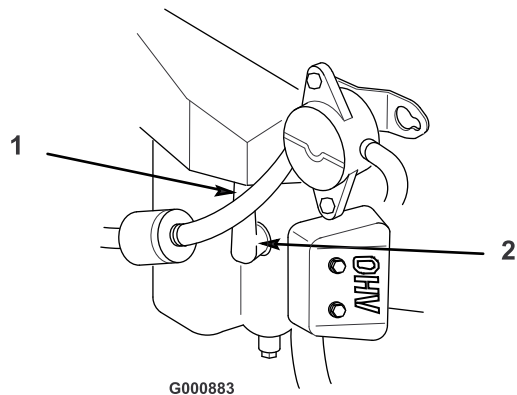

Figura 39
- Desconecte los cables de las bujías (Figura 39). Limpie alrededor de las bujías para evitar que entre suciedad en el motor y pueda causar daños.
- Conecte el/los cable(s) a la(s) bujía(s) (Figura 39).